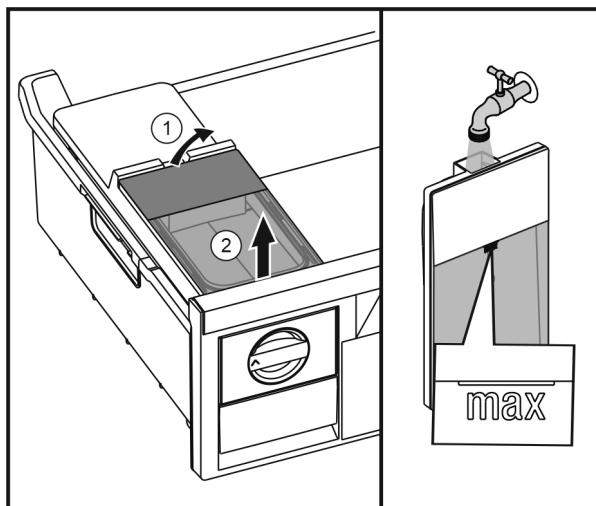

Fig. 38
- ▶ Ridicați rezervorul de apă din spate Fig. 38 (1) și scoateți-l în sus Fig. 38 (2).